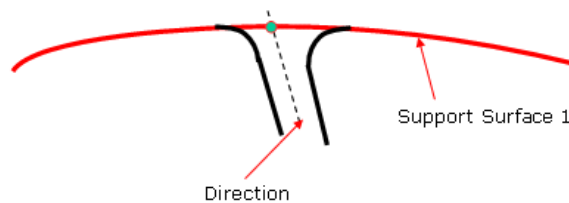

Figura 2.91 Ejemplo Direction.
- **Direction** (*Figura 2.91*): es el ángulo de desmoldeo de la ranura, se calcula a partir de una dirección determinada seleccionada o creada por el usuario.